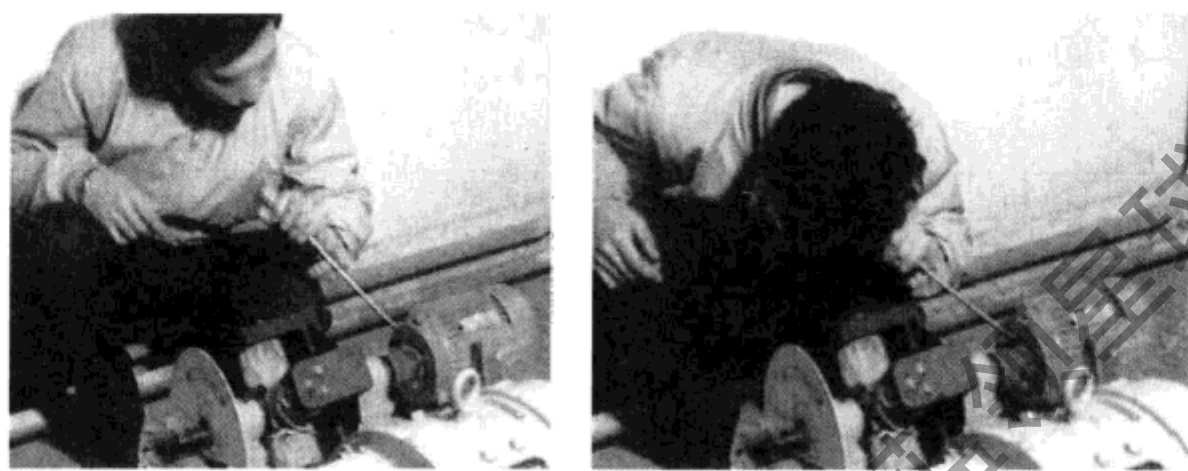

图 3-23 听轴承转动时有无杂音
③ 轴承噪声。在运行中,必须注意轴承声音的变化。如图 3-23 所示,把螺丝刀的一端触在轴承盖上,另一端贴在耳朵上,可以听到电动机内部声音的变化。不同的部位,不同的故障,有不同的声音。如“嘎吱嘎吱”声一般与轴承的间隙、润滑脂状态有关;“啞啞”声是金属摩擦声,一般是轴承缺油干磨所致,应拆开轴承添加润滑脂。